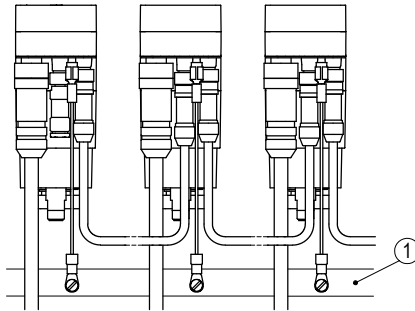

Abb. 5: PE-Schiene
Den PE Anschluss (4) unterhalb der Anschlussstecker auf das Schutzleiterpotential legen (siehe Abb. 4). Verwenden Sie dazu 6,3 mm Flachstecker mit kurzer Litze 2,5 mm2 ... 4 mm2 (nicht im Lieferumfang). Bei mehreren Stellantrieben wird empfohlen die Erdung auf eine PE-Schiene anzuschließen (siehe Abb. 5).